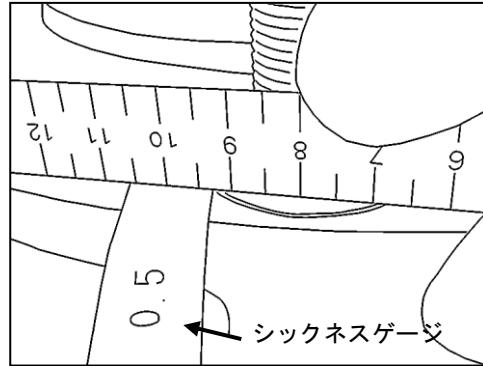

図 4
3. 1 箇所の未摩耗部に直定規を密着させ、脇にて段差を計測する。（図 4）